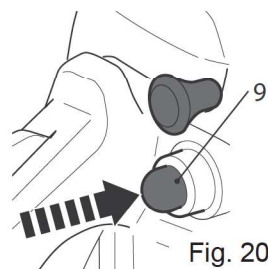

Fig. 20
Prima 6 vezes a bomba de combustível (9) ao arrancar o produto com o motor frio (Fig. 20). Não prima a bomba para o arranque a quente.